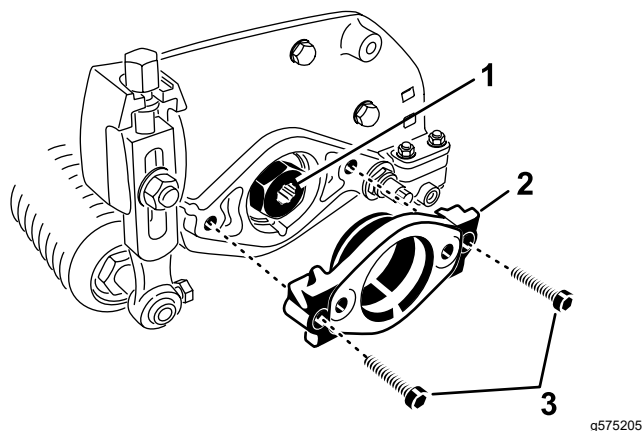

図 7
2. カッティングユニットの左側にモータマウントを固定している六角ボルト2本を外す。モータマウント取り付け部を取り外す **図 7**。
3. 駆動スプライン内側面にグリスを塗る **図 7**。
4. カッティングユニット左側で、モータマウントの Oリングに薄くオイルを塗り、先ほど取り外した六角ボルト2本を使ってモータマウントをカッティングユニットに取り付ける **図 7**。ボルトを 16-20 N·m 3.7-4.6 kg·m = 12-15 ft·lb にトルク締めする。